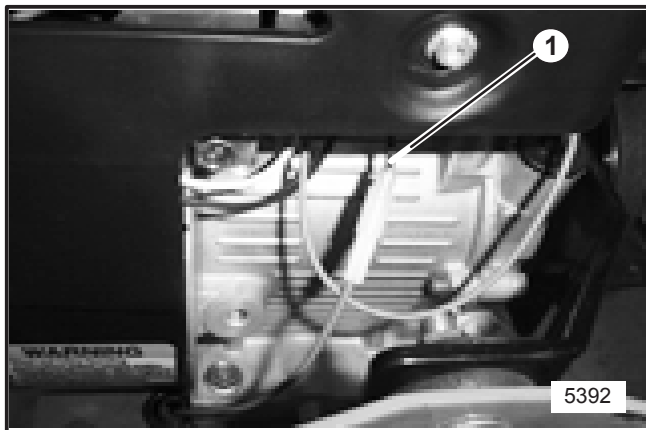

ABBILDUNG 8
12. Die rote männliche Drahtklemme vom gewickelten Kabelbaum an die schwarze weibliche Klemme vorn am Motor anschließen. Siehe Abbildung 8 und 9.